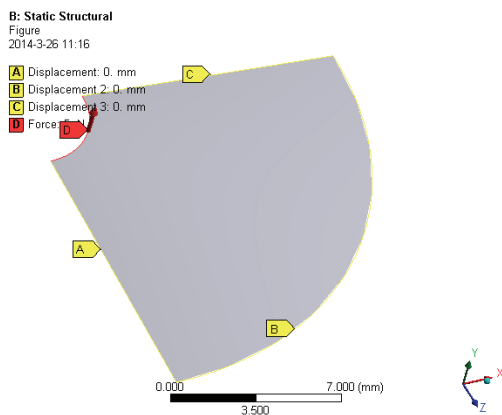

图 10-15 边界条件示意图
8) 选择 Mechanical 界面左侧 Outline 树结构图中的 Static Structural (B5) 选项, 查看边界条件示意图如图 10-15 所示。